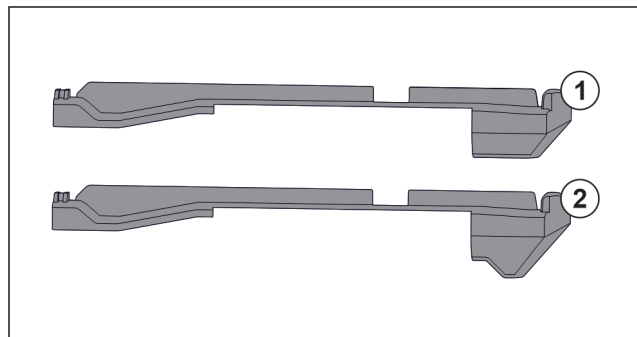

Fig. 93 Porovnání nasazovacích dílů
V přístroji se nacházejí dva různé nasazovací díly. Nasazovací díl nad nejspodnější zásuvkou Fig. 93 (2) má hranu trojúhelníkového tvaru. Všechny ostatní nasazovací díly Fig. 93 (1) mají rovnou hranu.
- Nasazovací díl Fig. 93 (2) s hranou trojúhelníkového tvaru připevněte nad nejspodnější zásuvkou.
- Nasazovací díl Fig. 93 (1) s rovnou hranou připevněte na všech ostatních místech.